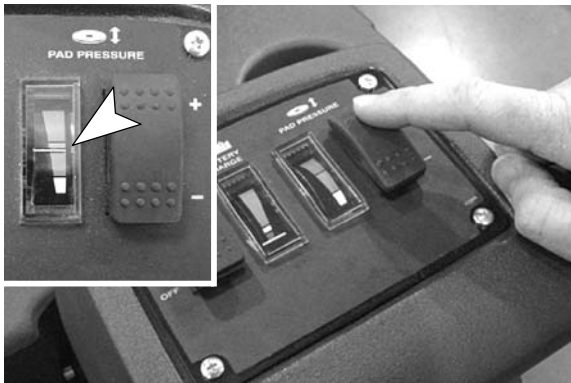

FIG. 10
4. Réglez l'appareil de mesure de la pression du patin dans la zone verte. Appuyez sur le bouton de réglage de la pression du patin pour réduire ou augmenter la pression. Pour obtenir un résultat optimal, réglez l'aiguille de la manière illustrée (Figure 10).